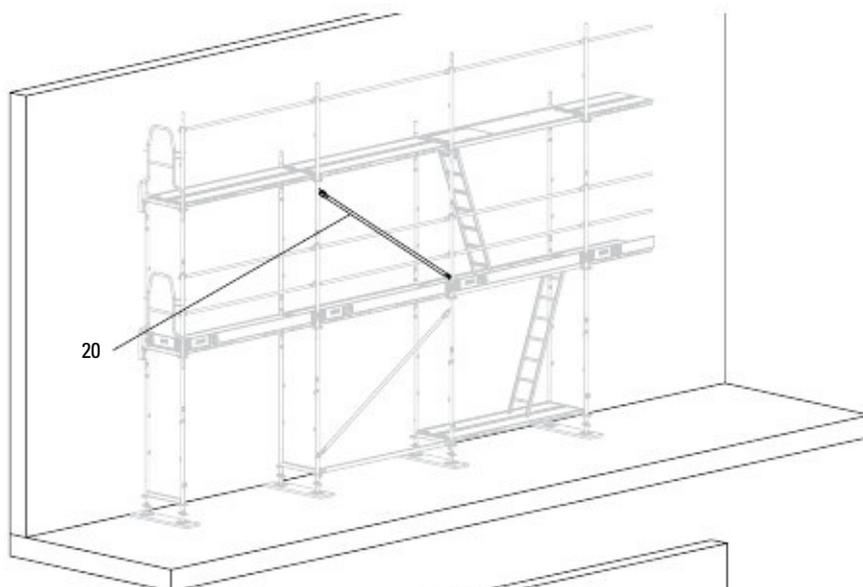

Fig. B4.04
5. Монтирайте диагоналите EBF (20) в съответствие с Раздел Е5 Разположение на анкерите. (Fig. B4.04)